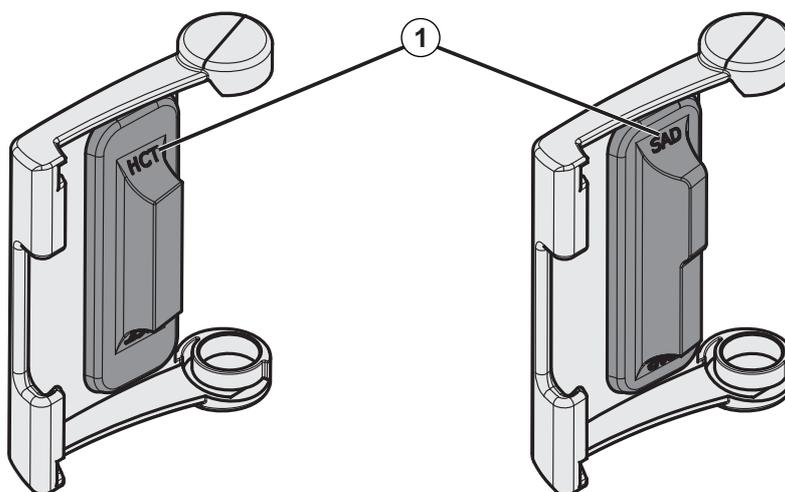

Fig. 7-21 Marcação de tipo na cobertura do sensor HCT e SAD
As coberturas são marcadas na frente com um ponto vermelho (HCT) e um azul (SAD), respectivamente, e na parte de trás com *HCT* e *SAD* (veja Fig. 7-21, ①).